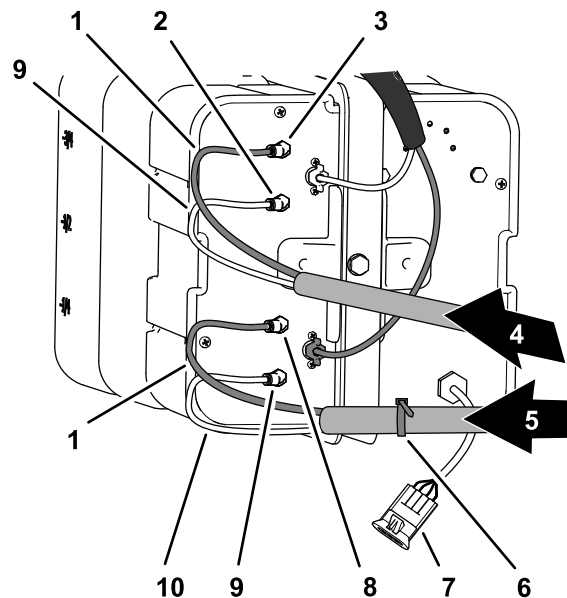

Figura 16
1. En el panel de conexiones del compresor del kit de marcador de espuma, coloque una brida alrededor de los tubos transparente y azul de la sección de fumigación derecha (Figura 16).